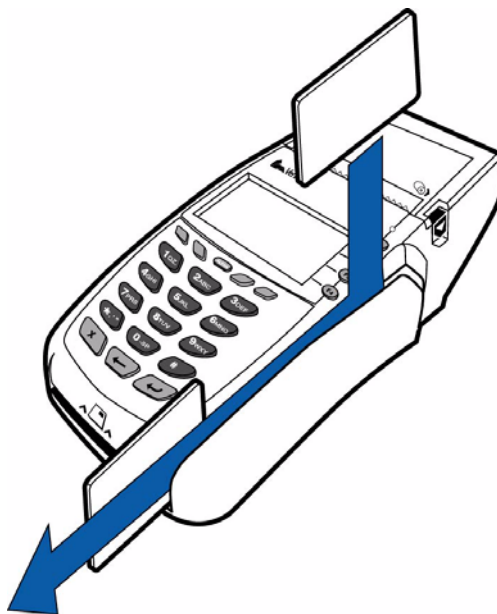

图 50 使用磁卡阅读器
- 2 为确保正确读取磁卡，用户应从该部件的上方插入，如图 50 所示。